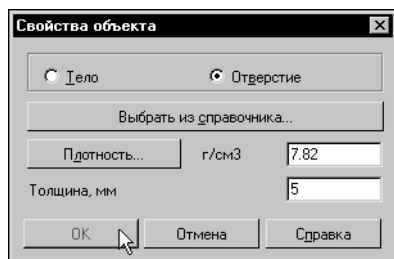

Рис. 47.13. Задание параметров отверстия
11. Укажите курсором окружность o3. В диалоге **Свойства объекта** выберите вариант **Отверстие**, в поле **Толщина** введите значение 5. Закройте диалог (рис. 47.13).